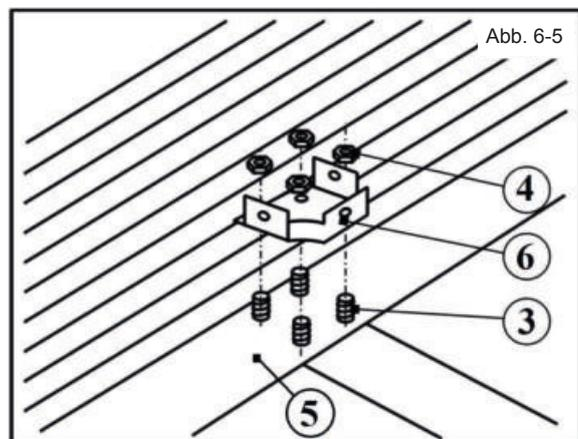

Abb. 6-5
- d) Auf die eingesetzten Schrauben [3] wird nun das Fußblech [5] gesteckt und mit dem Säulenboden [6] und den Muttern [4] verschraubt und nachgezogen (Abb. 6-5).